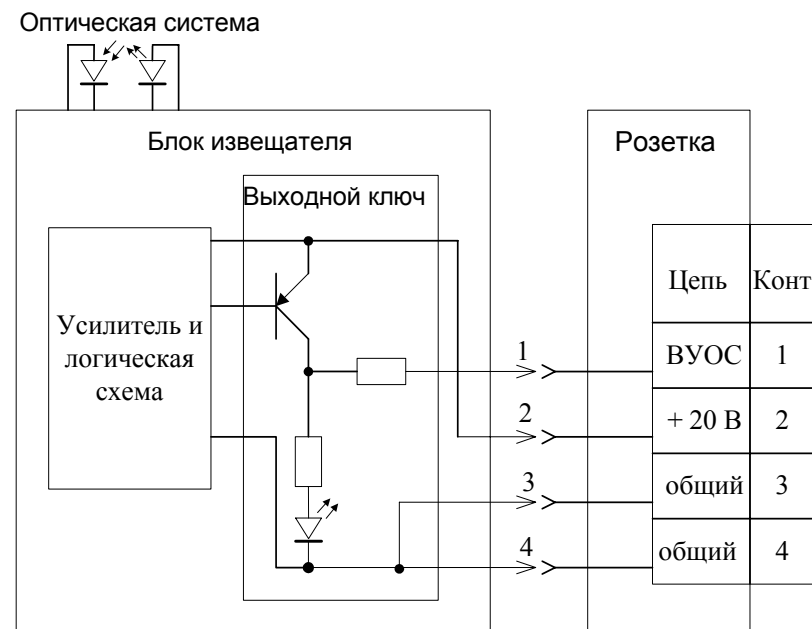

Рис. 6.1. Структурная схема извещателя
6.3.2. Структурная схема извещателя приведена на рис. 6.1. Светодиод оптической системы вырабатывает световые импульсы, причем при отсутствии дыма на фотоприемник попадает незначительное количество световой энергии и усиленный сигнал фотоприемника оказывается значительно ниже порогового значения. При этом схема вырабатывает сигнал низкого уровня, поддерживающий выходной ключ в закрытом состоянии и формирует импульсы длительностью около 5мс с периодом $1 \pm 0,5$ Гц, обеспечивающие проблесковый режим свечения красного светодиода (дежурный режим работы извещателя).